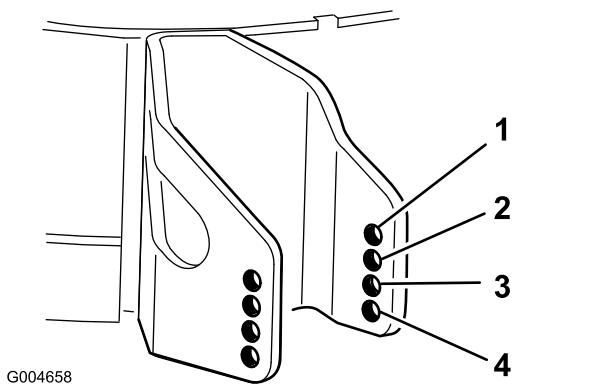

图 11
4. 选择一个孔使防刮滚筒被放置到离对应所需剪草高度最近的位置 图 11。